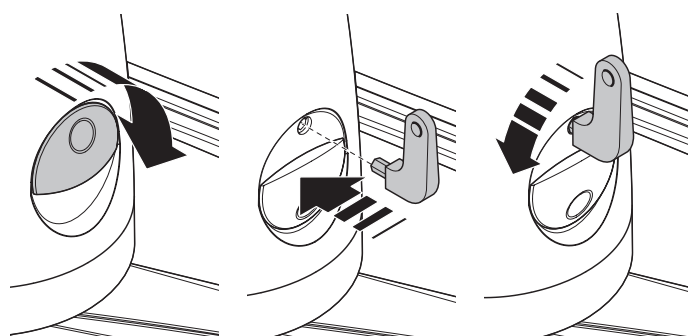

Fig. 12
01. Sbloccare il motoriduttore come mostrato nella **fig. 12**;